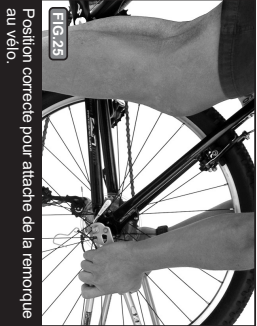

FIG. 25 Position correcte pour attache de la remorque au Vélo.
B) Avec le vélo en position stable et la remorque vide, vérifiez l'ajustement entre les crochets de la fourche et les fentes des **BOBINES**. Il sera plus facile d'effectuer cette opération en ayant le vélo en position debout et avec la remorque directement derrière le vélo. Tenez-vous sur le côté gauche du vélo lorsque vous faites face à la remorque. Reposez votre hanche gauche contre la selle du vélo. Pilez-vous au niveau des hanches et soulevez la remorque de vos deux mains, Fig. 25, et placez les crochets de la fourche sur les **BOBINES** du blocage rapide. Si les crochets ne rentrent pas dans les fentes des **BOBINES** en tirant ou en comprimant légèrement les crochets ne s'emboîtent pas facilement et les **BOBINES** doivent être inversées.